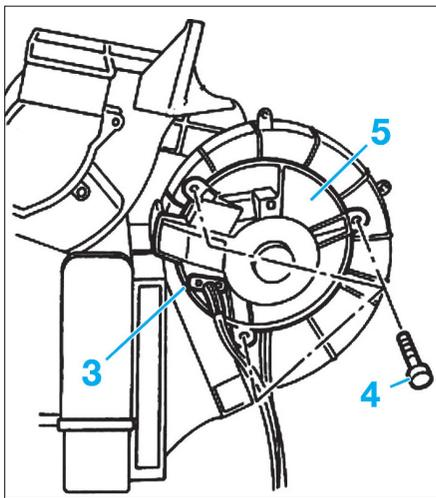

Fig. 29
- Débrancher le connecteur (3) du motoventilateur (Fig.29).
- Déposer les vis de fixation (4) du motoventilateur.
- Déposer le motoventilateur (5).